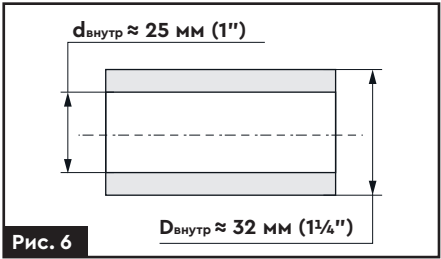

Рис. 6
2. У разі під'єднання до магістрального водопроводу діаметр труби в місці приєднання вхідного патрубку має бути не менший, ніж 1 ¼" (рис. 6).